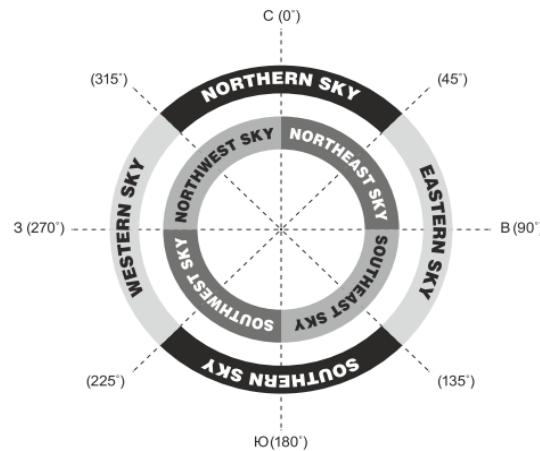

Рис. 3.4a
2. На экране появится запрос «Select Region» (Выберите область). С помощью клавиш со стрелками выберите одно из восьми направлений (рис. 3.4a), соответствующее положению яркой звезды по азимуту. Для подтверждения ввода и перехода к следующему шагу нажмите «ENTER».